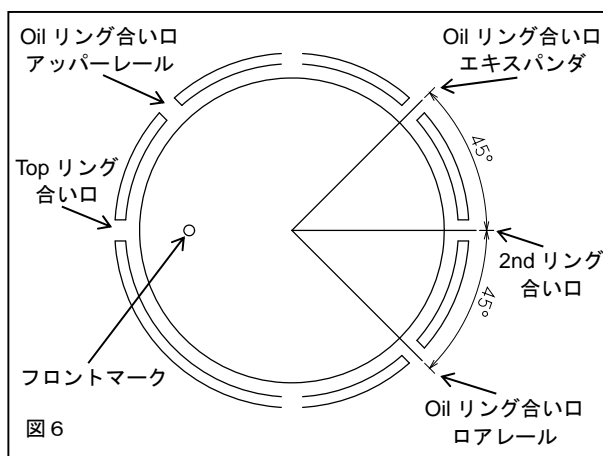

図6
5. 2 図6のようにピストンリングの合い口が重ならないように、位置を合わせてください。またトップリングの合い口はピン穴方向に合わせ、セカンドリングはトップリングと180°反対方向に合わせてください。